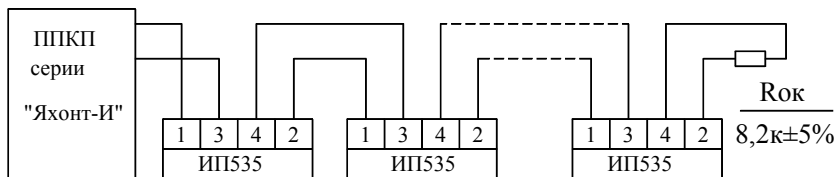

**Рис.8.1** Схема подключения извещателей ИП535 к приборам серии «Яхонт И»
8.3.2 Схема подключения извещателя в шлейф сигнализации приборов серии «Яхонт-И» приведена на рис. 8.1. При установке извещателя в шлейф сигнализации ППКП стороннего производства, следует руководствоваться инструкцией по монтажу применяемого прибора.